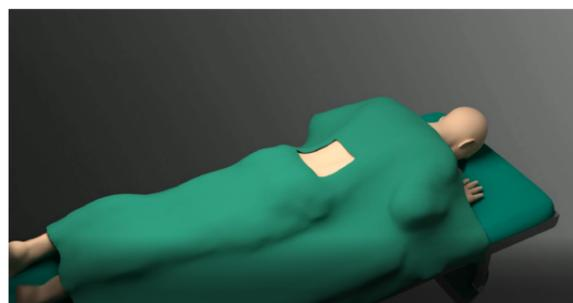

图 1a
- 俯卧姿势，将患者置于生理前凸位，并注意减少腹部压力，以尽可能减少静脉瘀血（图 1a）。